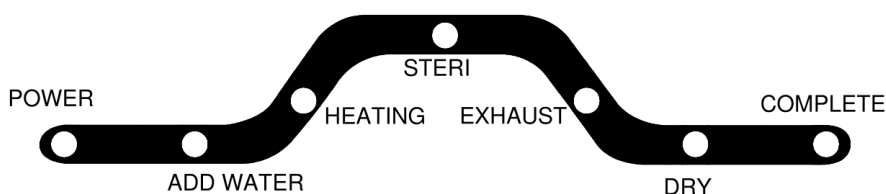

Figura 13
- F. Presione el botón START (inicio) , y el esterilizador correrá de forma automática a través del programa seleccionado. El progreso actual del ciclo de esterilización se indica mediante el encendido de la luz LED en el indicador estado de proceso (Figura 13).